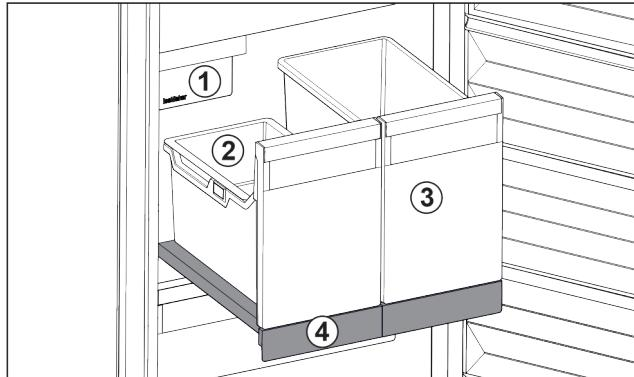

Fig. 79 Izvlečna polica z IceTower
- (1) IceMaker
- (2) Obešalna skodelica za ledene kocke
- (3) Posoda za npr. pico, alkoholne pihače
- (4) Izvlečna polica
Na izvlečni polici sta dve visoki posodi (IceTower). V posodi Fig. 79 (2) se zbirajo in skladiščijo ledene kocke iz IceMaker. Posoda Fig. 79 (3) je primerna za shranjevanje višjih živil, kot so pice ali alkoholne pihače.